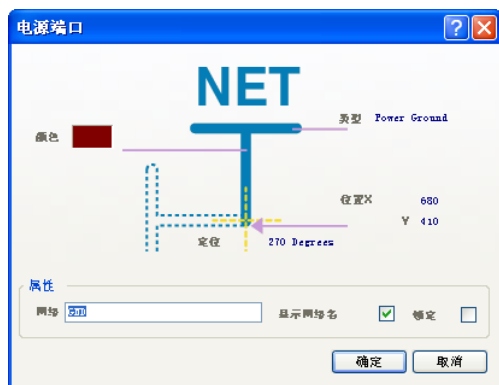

图 4-40 “电源端口”对话框
Step4 单击“线”工具栏中的 $\equiv$ （GND 端口）按钮，进入接地放置状态。按 Tab 键，在弹出的“电源端口”对话框中，将“类型”设置为“Power Ground（接地）”，“网络”设置为“GND”，如图 4-40 所示。